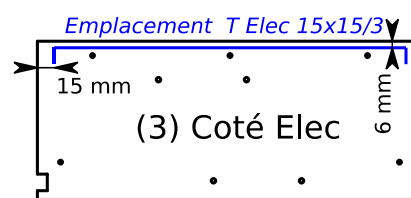

fig. 6
c) Tracez sur la séparation (3) (*Attention au sens en observant les trous de fixation des ballasts*) :
Coté Zone élec, (*fig.6*), la ligne indiquant le dessus du tasseau (T Elec 15x15 /3), à 6mm de l'arrête supérieure - Voir *plan 7* sur la vue : *Vue de gauche coté élec* - ainsi que les positions des deux extrémités de ce tasseau à 15 mm des bords verticaux de la séparation (3).
> **Traçage c) fig. 6**